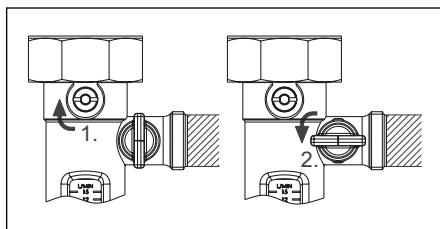

Abb. 6.16 Sperrventil und Entleerungskugelhahn
- Schließen Sie den oberen Kugelhahn an der Durchflussmess- und Einstellvorrichtung, indem Sie die Stellschraube in die waagerechte Position drehen. Öffnen Sie den seitlichen Kugelhahn am selben Bauteil mit einer 90°-Drehung nach links Abb. 6.16.